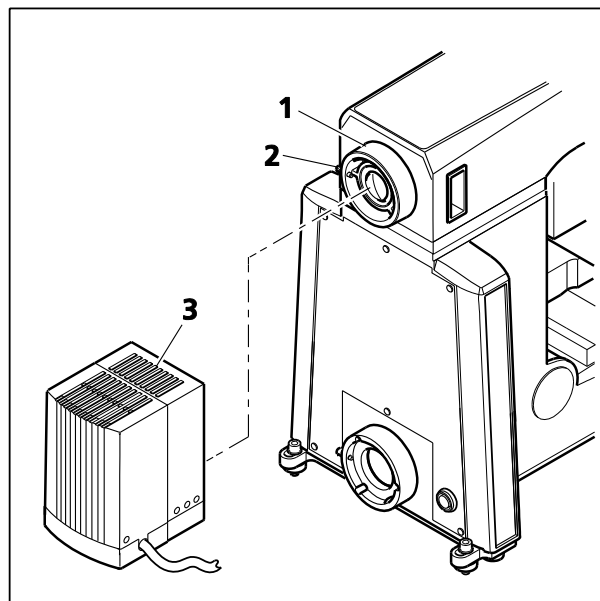

Figure 3-25 Fixation du dispositif d'éclairage HBO 100
- Retirer le cache de la prise de la lampe réfléchie (Figure 3-25/1).
- Insérer le boîtier du dispositif d'éclairage (Figure 3-25/3) en plaçant la bague en queue d'aronde dans la prise de lumière réfléchie (Figure 3-25/1) située à l'arrière de l'appareil, et le fixer par une vis de serrage (Figure 3-25/2) à l'aide d'un tournevis à tête sphérique (3 mm).